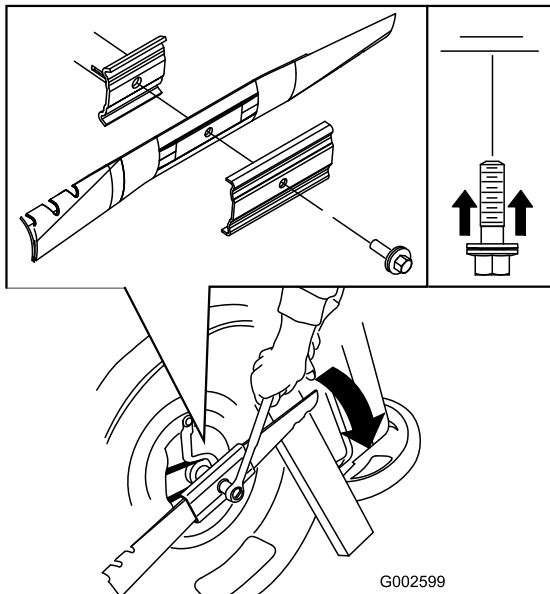

Bild 25
5. Installieren Sie ein neues Messer (drehen Sie die Messerschraube nach rechts) und alle Befestigungen (Bild 25).